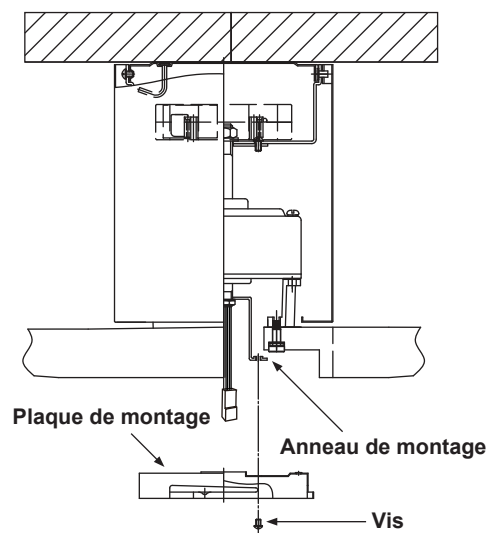

Figure 11
Étape 2. Placez les trous de serrure sur la plaque de montage sur les 2 vis précédemment desserrées de la bague de montage, tournez la plaque de montage jusqu'à ce qu'elle se verrouille en place sur la section étroite des trous de serrure. Fixez en serrant les 2 vis précédemment desserrées et celle qui a été précédemment retirée. (Fig. 11)